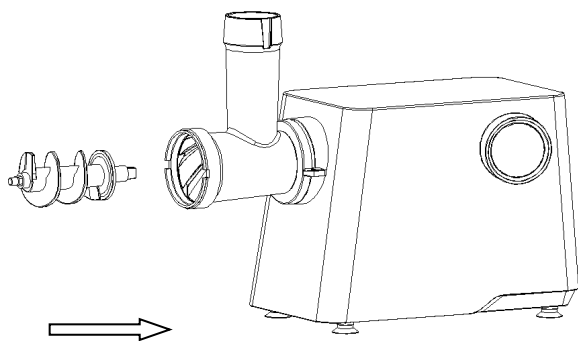
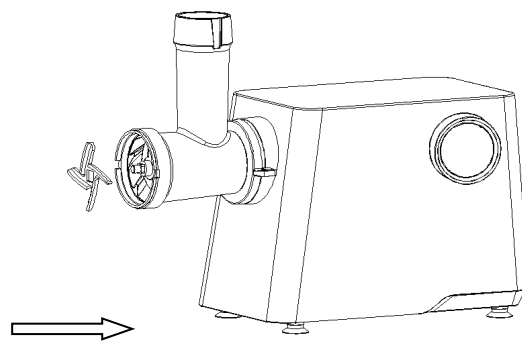

Rys. 1
Rys. 2
- Naciśnij przycisk blokady, przytrzymaj głowicę maszyny, lekko przechyl głowicę w kierunku wskazanym strzałką, tak aby można ją było włożyć do wejścia głowicy (rys. 1), a następnie zwolnij przycisk blokady i obróć go w kierunku przeciwnym do ruchu wskazówek zegara, aby ją zablokować. (rys. 2)